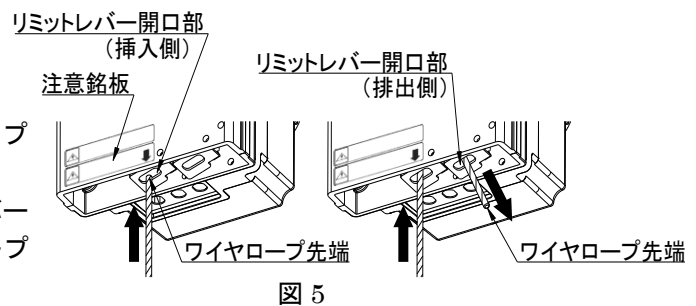

図5
- 1) 注意銘板の矢印の位置を確認し、本体下部のリミットレバー開口部（挿入側）からワイヤロープを挿入する。(図5)